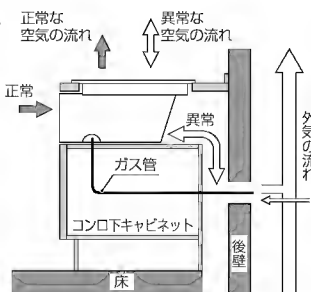

図 1
- ・右図のようにガス配管貫通部など建物構造上内気と外気がつながり、図1のような異常な空気の流れが起こるのでキャビネットに背板をもうけるか、図2のように仕切板※（ベニヤ板など）により機器の後方をふさいでください。